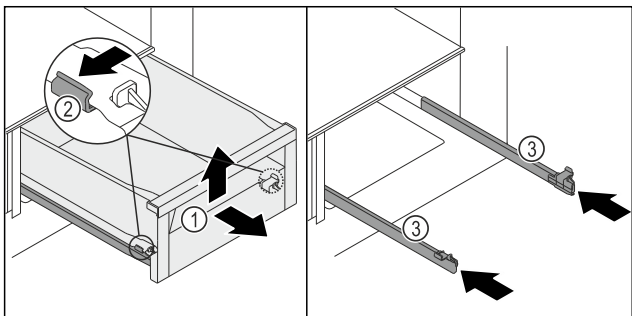

Fig. 170
- Витягніть висувний ящик Fig. 170 (1) до упору.
- Одночасно натисніть затискач Fig. 170 (2) ліворуч і праворуч на рейках злегка назовні.
- Висувний ящик Fig. 170 (1) від'єднається від рейок.
- Підніміть висувний ящик Fig. 170 (1) спереду.
- Вийміть висувний ящик Fig. 170 (1) рухом уперед.
- Всуňte рейки Fig. 170 (3).